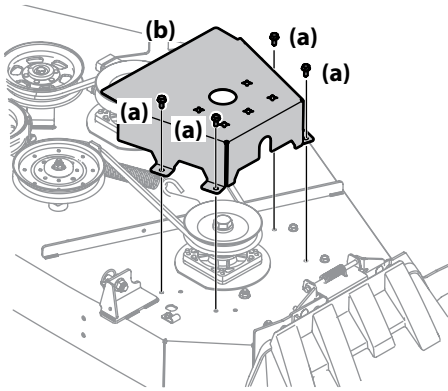

Figura 4-15
- Retire los tornillos de cabeza hexagonal con arandela (a) que sujetan las cubiertas de las correas (b) a la plataforma. Vea la Figura 4-15.
- Extraiga las dos poleas locas (a y b), para lo cual debe retirar los tornillos de cabeza hexagonal (c) y las tuerzas de seguridad con brida (d) que las sujetan a la plataforma y el brazo de polea loca (e). Vea la Figura 4-15. No pierda ningún elemento de ferretería (tapas de polea) (f), arandelas, protecciones de la polea (g) (si están equipadas) al sacar el tornillo de cabeza hexagonal (c) y la tuerza de seguridad con brida (d).
- Instale la nueva correa alrededor de las poleas del husillo tal como se muestra y reinstale las cubiertas de las correas (b). Vea la Figura 4-15.